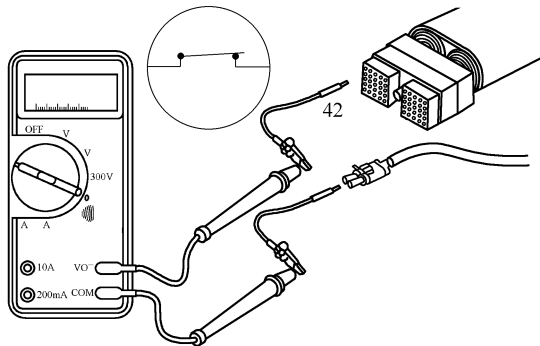

图 5-182 测量触针 42 与电磁阀插头端子间的电阻
② 测量触针 42 与风扇离合器电磁阀插头端子间的电阻 (图 5-182), 万用表也应显示闭路, 电阻小于 10Ω 。